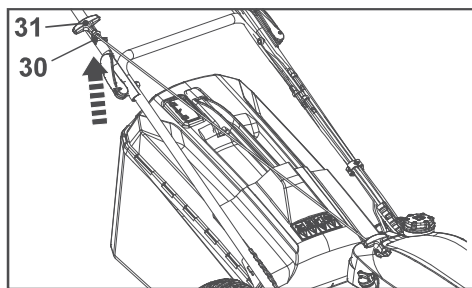

Fig. 12
3. Apoie sempre a pega do arrancador de recuo (31) no gancho (30) situado no lado direito do guiador superior (1) (Fig. 12) se o arrancador de recuo não for utilizado.